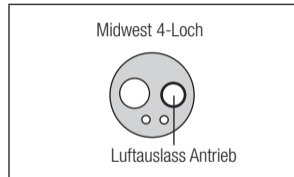

Abb. 12
- 3) Setzen Sie die Sprühdüse in den Antriebsluftauslass des Handstücks ein. Halten Sie den Handstück fest und sprühen Sie für die Dauer von etwa 2-3 Sekunden. Tragen Sie Schmiermittel auf, bis es mindestens 2 Sekunden lang aus dem Handstückkopf austritt. (Abb. 12)
- 2) Geben Sie 1-2 Tropfen Schmieröl in den in Abb. 12 gezeigten Antriebsluftauslass.